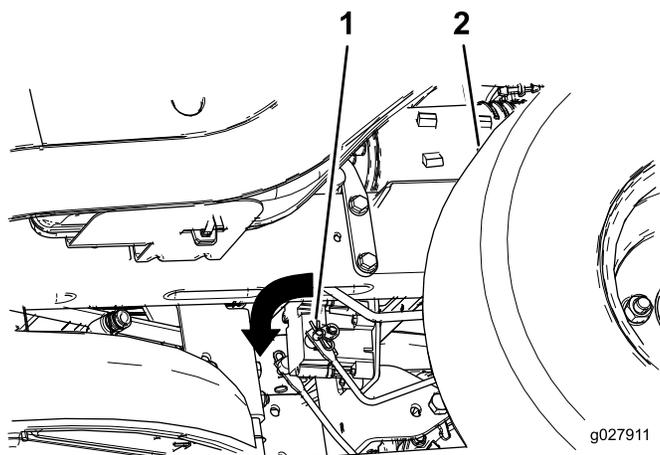

Figure 39
2. Localisez l'arbre sur le frein électrique au point de connexion des bras de liaison (Figure 39).
3. Tournez l'arbre en avant pour desserrer le frein (Figure 39).